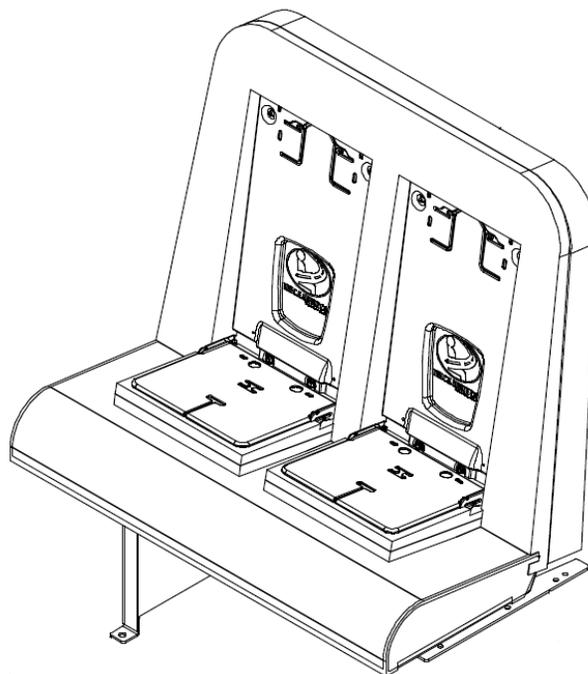

Figure 7 - Sièges d'appoint
17. Dépliez les parties d'appoint de la banquette (s'il en est équipé) afin de s'assurer qu'elles ne sont pas endommagées et que les dispositifs de retenue sont en bon état (Figure 7).